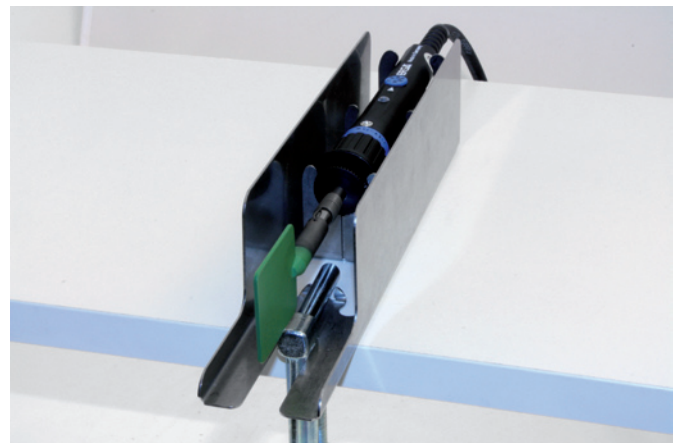

Abb. 5
- 5 Zum Schweißen wird der LötKolben TC vorgezogen und so in der vorderen Verzahnung eingestellt, dass der Schweißspiegel senkrecht steht. (Abb. 5)